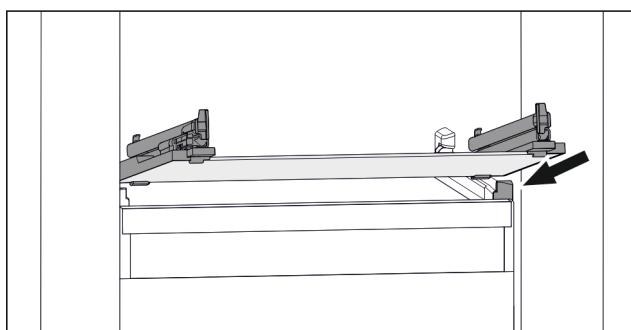

Fig. 51 Примерно изображение на стъклената плоча
- ▶ Поставете стъклената плоча под ъгъл зад ограничителите. (виж Fig. 51)